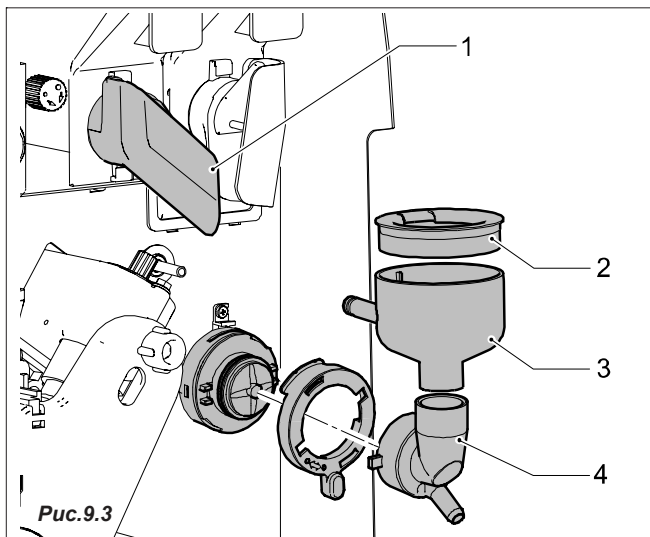

Рис.9.3
- воронки и лотки для порошкообразных продуктов (Рис. 9.3-поз.1)
- воронки для воды (2), смесительные контейнеры (3) узел устройства для взбивки (4)